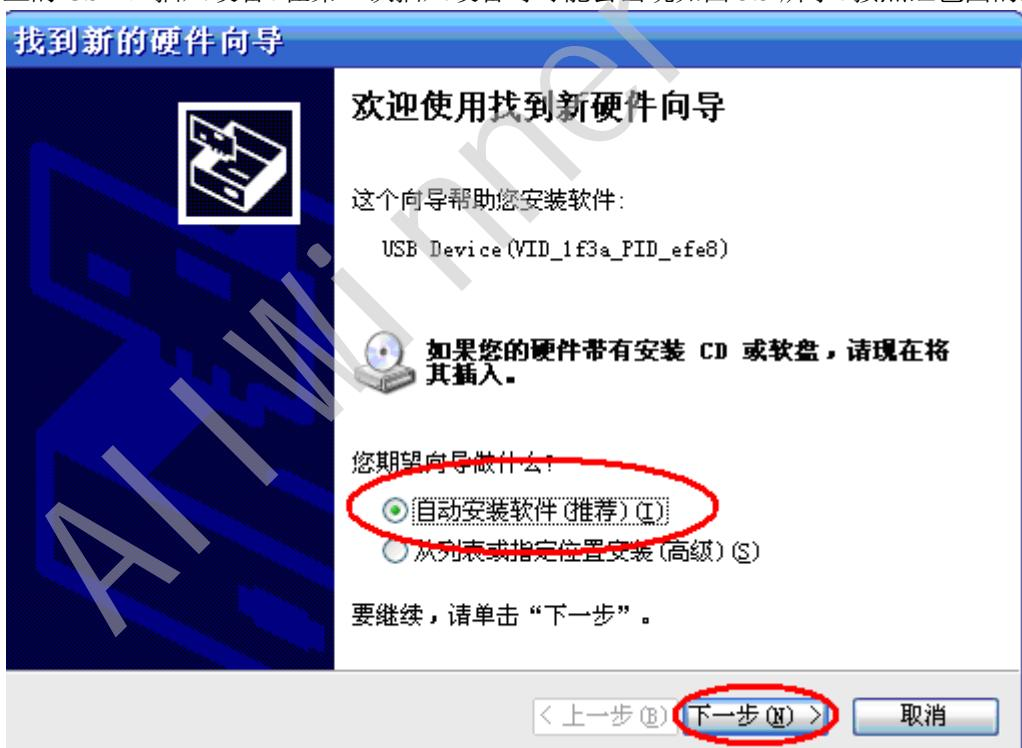

图 3.5
B. 启动量产软件，点击 按钮，进入等待量产状态，在主界面的右上方指示灯变成 时向电脑上的 USB 口插入设备。在第一次插入设备时可能会出现如图 3.5 所示。按照红色圈的选择操作即可。